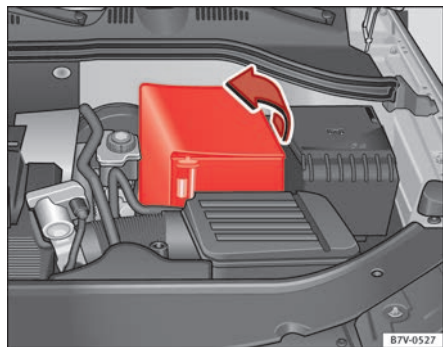

Abb. 174 Im Motorraum:
- *Bei einer Manschette:* Die Abdeckung zur Seite wegklappen ⇒ Abb. 174.